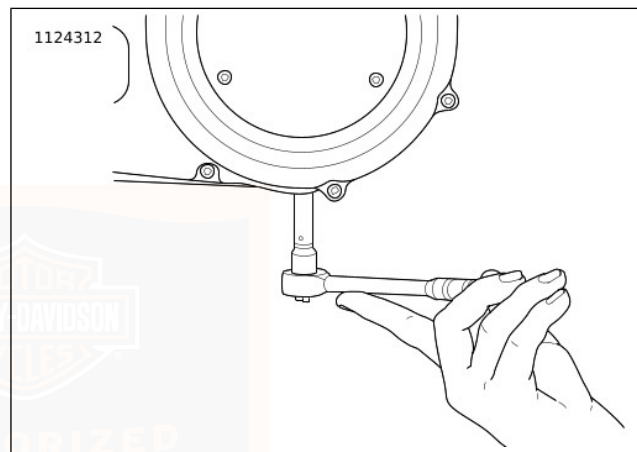

Figure 53. Dépose/pose du bouchon de vidange du carter de chaîne
3. Voir Figure 53. Vidanger le carter de chaîne primaire.